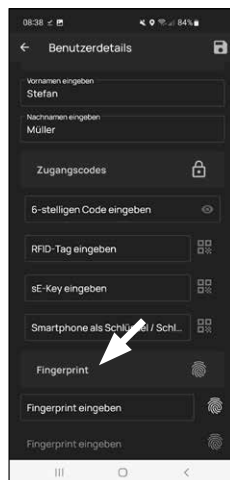

Fig. 5
- 7 Si dispone de un teclado de huellas dactilares (p. ej. *ENTRY 7712 FP*), puede almacenar un dedo como medio de apertura en este apartado. Encontrará instrucciones sobre cómo configurarlo en las instrucciones del elemento correspondiente (Fig. 5).